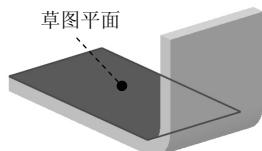
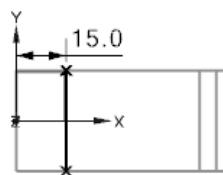

图 4.1.4 草图平面
图 4.1.5 绘制折弯线
- Step3. 绘制折弯线。单击 按钮，系统弹出“创建草图”对话框；选取图 4.1.4 所示的模型表面为草图平面，取消选中 **设置** 区域的 **创建中间基准 CSYS** 复选框，单击 **确定** 按钮；绘制图 4.1.5 所示的折弯线，完成后退出草图环境。